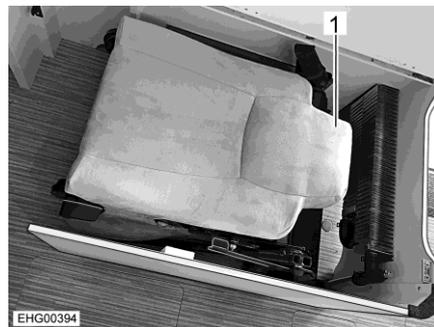
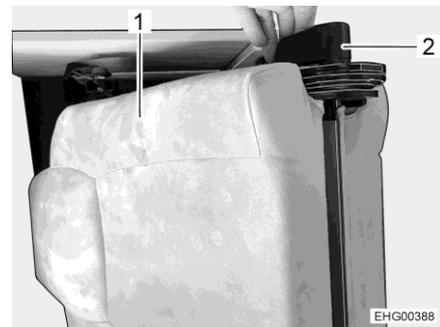

Bild 21 Zusatzsitz, eingeklappt
Bild 22 Rückenlehne, oberer Teil
- Verriegelung (Bild 22,2) an der Rückenlehne lösen.
- Oberen Teil der Rückenlehne (Bild 21,1 und Bild 22,1) nach oben schwenken.